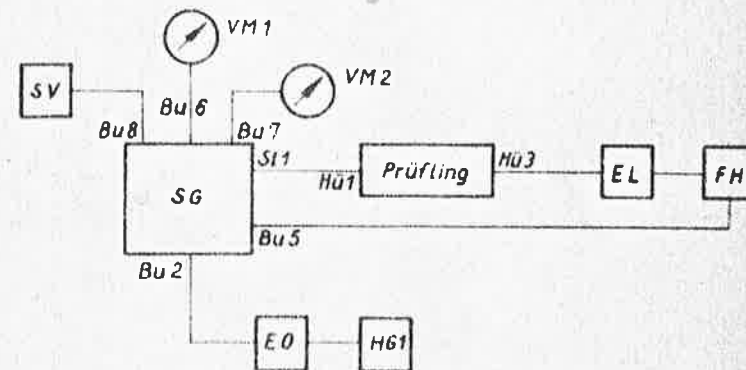

Bild 12
2. Prüfling mit den Anschlußvorrichtungen SG und EL gemäß Bild 12 verbinden.